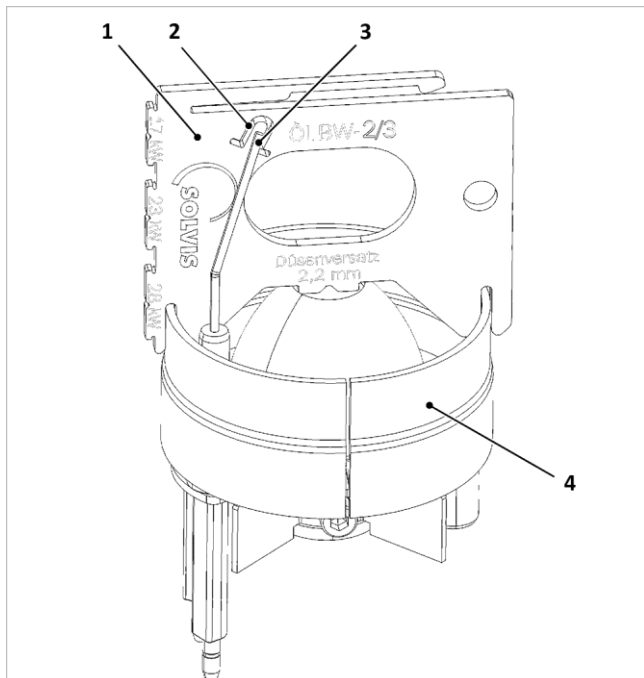

Fig. 62: Controllo della posizione degli elettrodi di accensione
4. Controllare la posizione degli elettrodi, come indicato nella → fig. 62, ed eventualmente correggere piegando con attenzione.